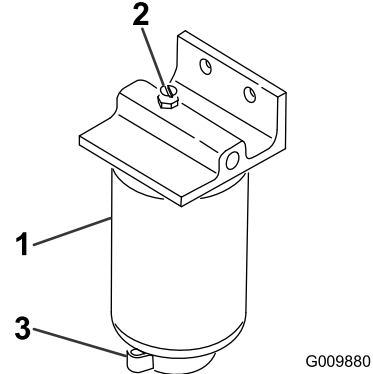

图 55
- 松开过滤器过滤筒底部的排油阀 (图 55)。
- 清洁滤清器过滤筒的安装区域图 55。